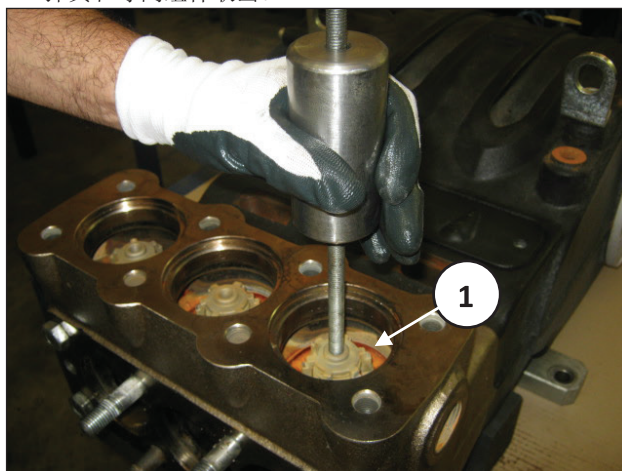

图 107
D) 可将锤头式提取器(代码 27516400)作用在阀导承(位置①, 图 107)的M10孔上, 或用一个M10-M16适配器(代码 25089700)作用在阀导承的M16螺纹上, 将排出阀导承、弹簧和球阀组件取出。